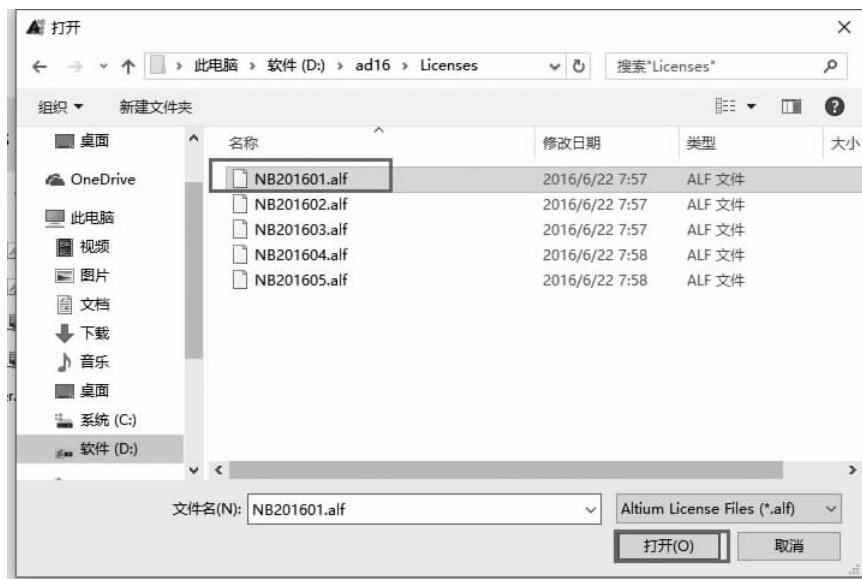

图 1-12 选择独立许可证文件
(4)在如图 1-12 所示对话框中,选择任意文件,单击“打开”按钮。